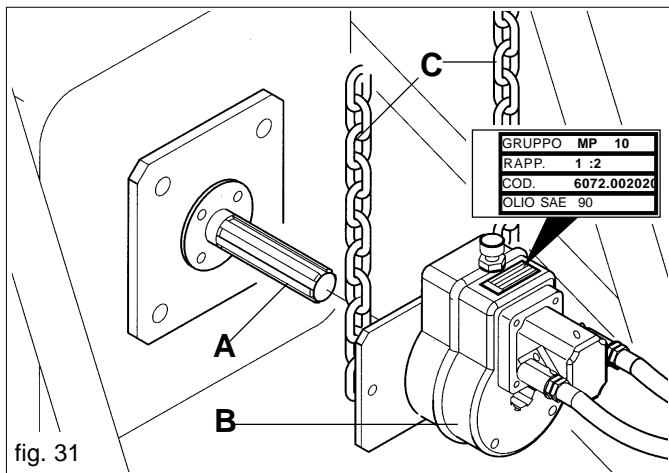

fig. 31
Con el motor apagado y el tractor bloqueado, conecte correctamente todas las conexiones rápidas. Limpie y engrase la toma de fuerza del tractor (A Fig. 31). Conecte el multiplicador (B Fig. 31) en la toma de fuerza del equipo, como muestra la Figura 31. Controle el correcto acoplamiento, bloquee la rotación del multiplicador con las cadenas suministradas de serie (C). **Controle el nivel de aceite en el multiplicador y, si fuera necesario, añada aceite (ESSO SAE W80-90).** Ponga en marcha el tractor y accione la instalación al ralentí por algunos minutos, haciendo que la presión sea constante en todo el circuito, para evitar la inestabilidad del soplador. Haga que el soplador llegue al número de revoluciones que corresponde a la condición de trabajo (Tabla 5).
Está prohibido variar la posición del tornillo sin cabeza (C Fig. 31), puede causar daños al sistema hidráulico con ruptura del motor y de la bomba.